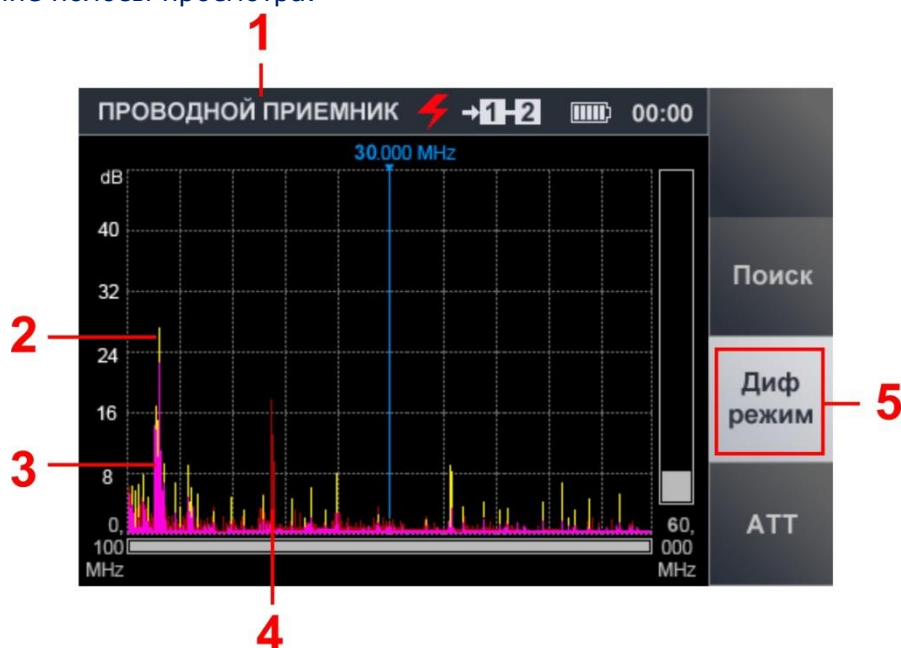

Рис.31
Включение ДИФФЕРЕНЦИАЛЬНОГО режима производится из режима «ПАНОРАМА», нажатием кнопки «F3» (поле кнопки станет более светлым). Экран прибора представлен на рис.31.
**Цифрами на рис.31 обозначено:**